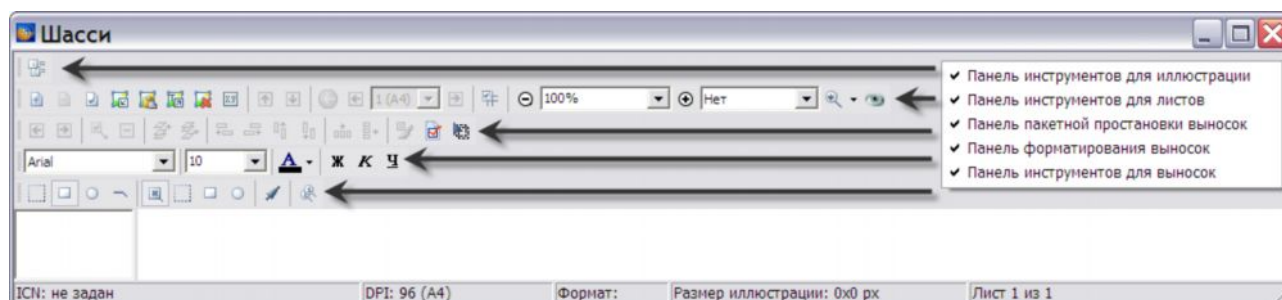

Рис. 3.113
Панели инструментов можно перемещать. Для этого необходимо «ухватиться» мышкой за линию раздела панелей и перемещать ее при нажатой левой кнопке мыши. На Рис. 3.113 показано расположение панелей инструментов одна под другой.
1. Выберите инструмент **Загрузить фоновое изображение**  на **Панели инструментов для листов** (Рис. 3.113).